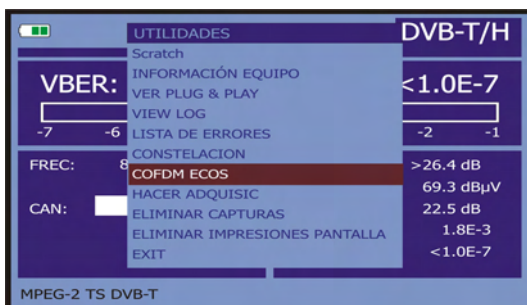

Figura 48.-. Menú COFDM ECOS.
2. Seleccionar la opción **COFDM ECOS** (Figura 48.-).